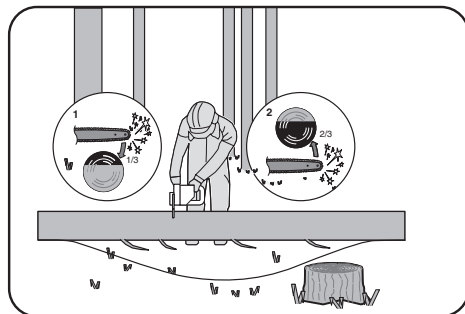

Figure 4
Lorsque le tronc est soutenu par les deux extrémités, comme illustré à la Figure 4, coupez 1/3 du diamètre depuis le haut (coupe par le haut) (1). Ensuite, pratiquez la coupe de finition depuis le bas sur les 2/3 inférieurs (2) pour rejoindre la première coupe.